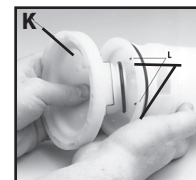

Figura 8
9. Cuando vuelva a ensamblar la estructura de la bomba al cilindro de presión, asegúrese de que la lengüeta cuadrada en la estructura de la bomba (K) esté alineada en la muesca. Vea las flechas (L) del cilindro de presión de la Figura 8. Asegúrese de no tocar el anillo tórico. Nota: Engrase los anillos tóricos para volver a ensamblarlos. Atornille el ensamble de la válvula al cilindro.